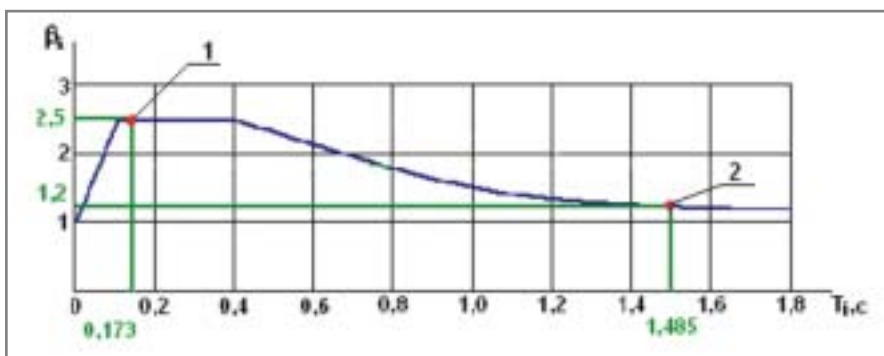

Рис. 12. График зависимости β_1 от T_i
редь, более чем вдвое снизило коэффициент динамичности (рис. 12).
- По первой форме период колебаний здания на резинометаллических опорах в 8,56 раза (1,485/0,173) превышает аналогичный период для здания без РМСО, что в свою очередь свидетельствует о возможном снижении значения динамического коэффициента β_1 до двух и более раз (рис. 12). В реальной конструкции это значение будет существенно выше за счет нелинейного характера работы РМСО и более высокого, по сравнению с расчетным значением, затухания в системе.